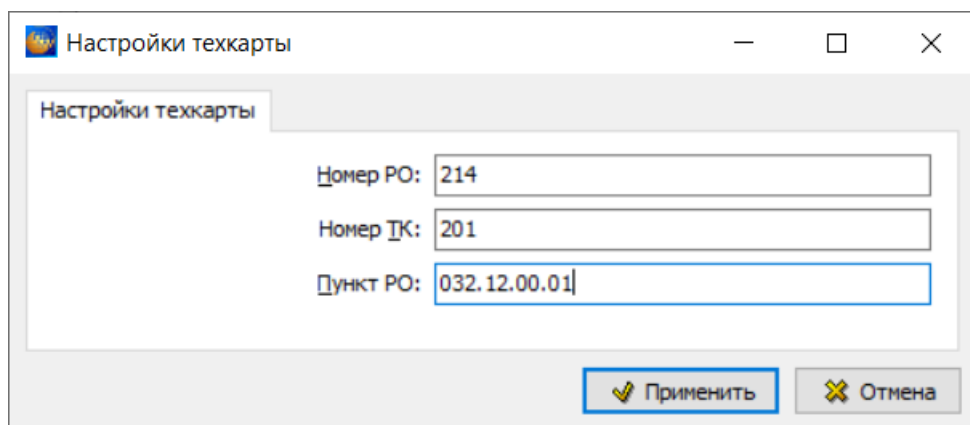

Рисунок 937
- «Пункт РО:» - пишется порядковый номер работы из Регламента ТО, либо обозначение работы (рисунок 937).